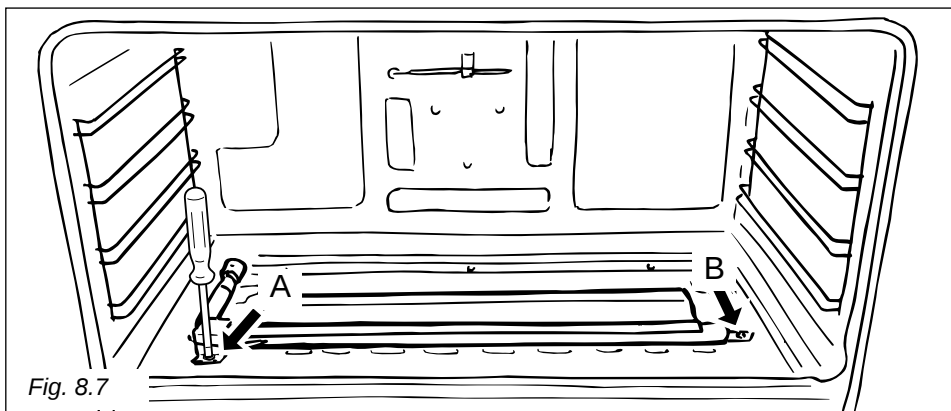

Fig. 8.7
- Dévisser et enlever la vis A qui bloque le brûleur (fig. 8.7).
- Desserrer la vis B (fig. 8.7).
- Enlever le brûleur comme le montre la figure 8.7 et le déposer à l'intérieur du four sans le retirer complètement. Faire particulièrement attention à ne pas endommager le fil de la bougie de l'allumage électrique et le bulbe de la vanne de sécurité.